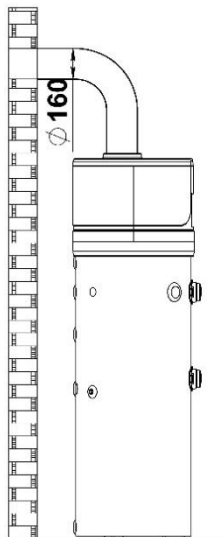

Fig. 5a – Exemple de conductă de evacuare
- Alimentare cu aer din cameră (încăpere) și expulzarea frigului afară. (Fig. 5a). – E nevoie de existența unor orificii pentru acces a aerului în încăpere. Încăperea să fie cu un volum de minim 20 m³
În caz de conectare conform schemelor (Fig. 5a și 5b) **ESTE NECESAR** a se construi un sistem de conducte de aer, care să răspundă la următoarele exigențe: